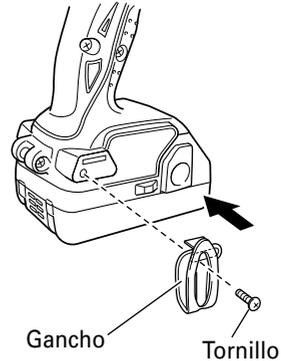

Fig. 9
- (2) Colocación del gancho y ajuste de los tornillos. Instale el gancho en la ranura de la herramienta de alimentación eléctrica de forma segura y apriete los tornillos de manera que el gancho quede firmemente sujeto. (Fig. 9)